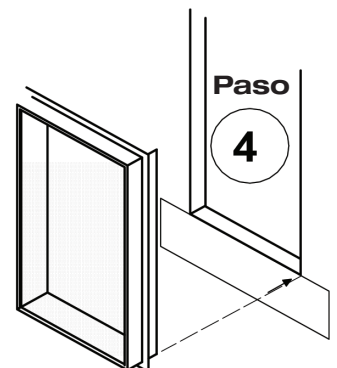

Figura 5 Instale la ventana en la abertura del tapajuntas.
Paso 4. Instale la ventana en la abertura preparada (ver la Figura 5).